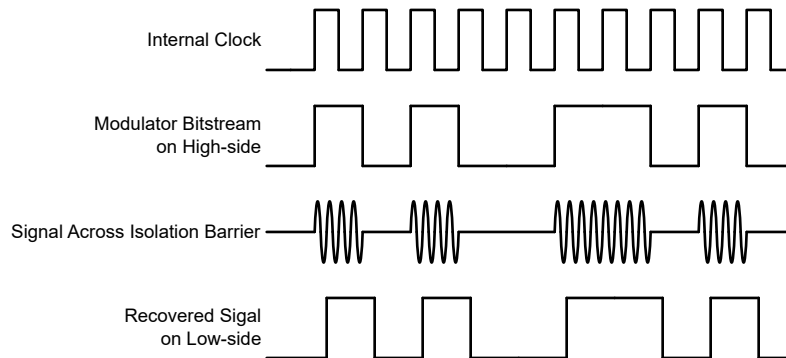

図 7-1. OOK ベースの変調方式
図 7-1 に示されているように、AMC0380R は、オン / オフ キーイング (OOK) 変調方式を使用して、変調器の出力ビットストリームを、 $\text{SiO}_2$  ベースの絶縁膜間で伝送します。送信ドライバ (TX) を 機能ブロック図 示します。TX は、内部で生成された高周波キャリアを絶縁バリア越しに送信し、デジタル 1 を表現します。ただし、TX はデジタル 0 を表す信号を送信しません。AMC0380R で使用されるキャリアの公称周波数は 480MHz です。